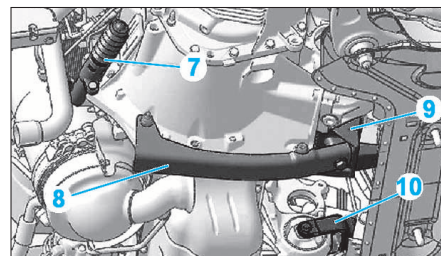

FIG. 85
- Déposer et brider le récepteur d'embrayage (7) (Fig.85).